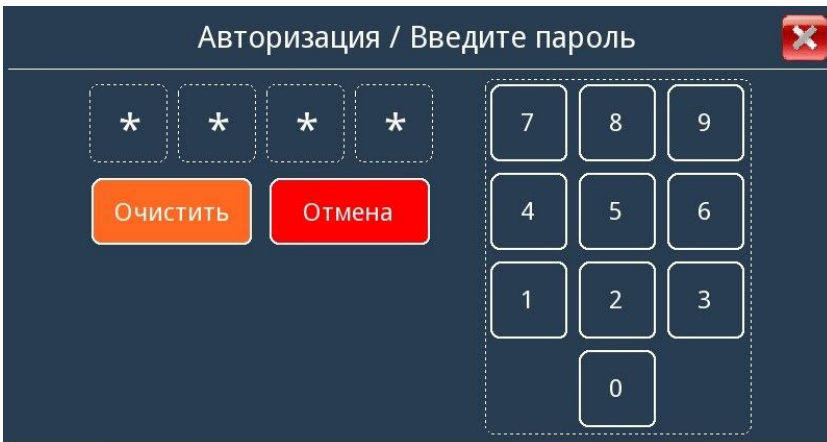

Рисунок 10 – Вид окна ввода пароля
10.4 Для выбора необходимого уровня доступа (пользователя) нажмите на соответствующую иконку, при этом откроется окно для ввода пароля (рисунок 10), в котором необходимо ввести соответствующий четырехзначный пароль выбранного пользователя.